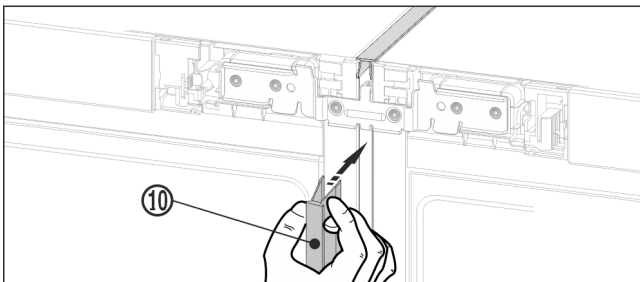

Fig. 22
- ▶ От предната страна притиснете дългата покривна лайстна Fig. 22 (10) във вертикалния процеп. Обърнете внимание на това, лайстната да легне върху свързващата ламарина.